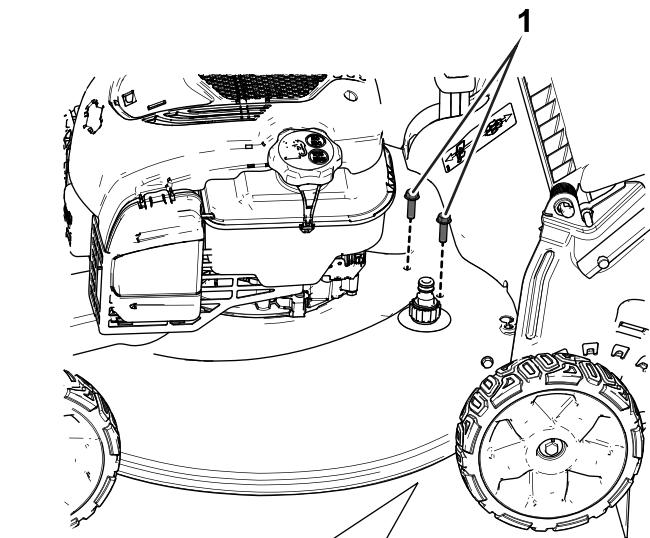

Figura 3
7. Rimuovete e conservate il copricinghia posteriore inferiore e i bulloni corrispondenti (Figura 3).